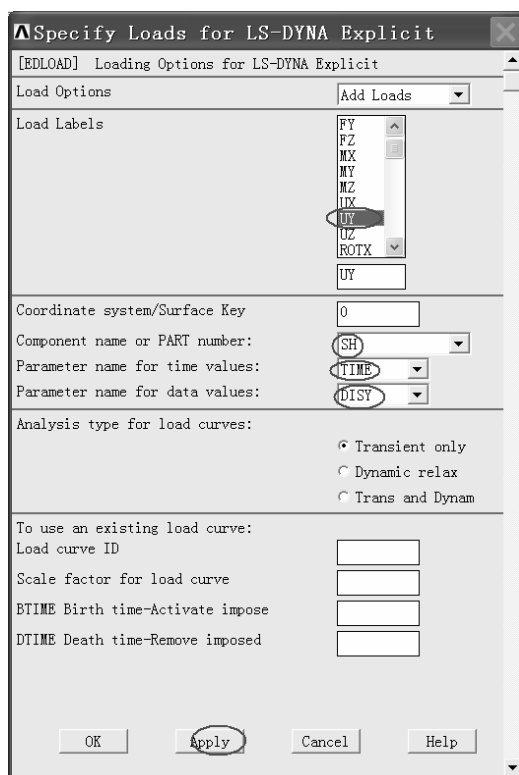
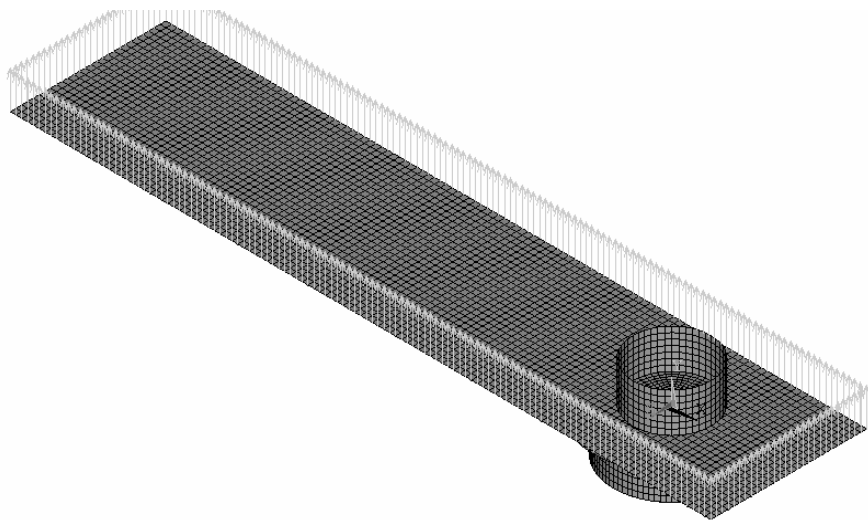

图 10-102 “Specify Loads for LS-DYNA Explicit” 窗口
图 10-103 钢带四边受到的位移载荷
(2) 如图 10-102 所示, 在 “Specify Loads for LS-DYNA Explicit” 窗口中 “Load Labels” 后的方框中选择 “UY”, 在 “Component name or PART number:” 后选择 “SH”, 在 “Parameter name for time values:” 后选择 “TIME”, 在 “Parameter name for data values:” 后选择 “DISY”, 然后单击 “APPLY” 按钮。图形界面上显示出施加在钢带四边 (沿 Y 方向) 的位移约束 (见图 10-103, 注意这里是使用施加位移载荷的方式来代替约束的)。